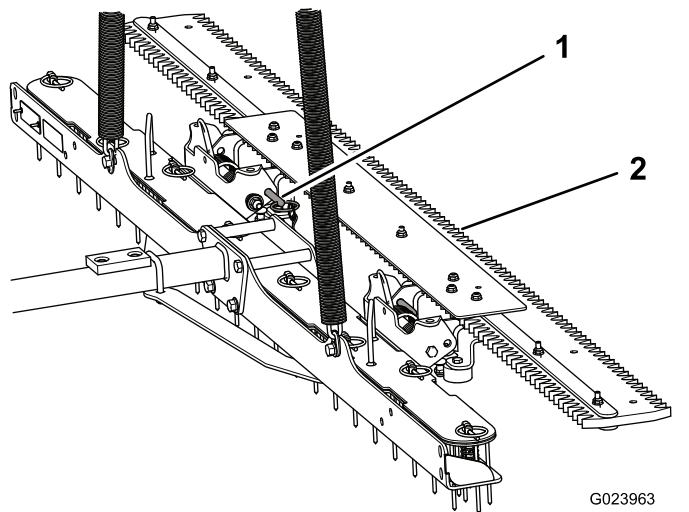

Bild 16
1. Entfernen Sie die Lastösenbolzen (Bild 16).